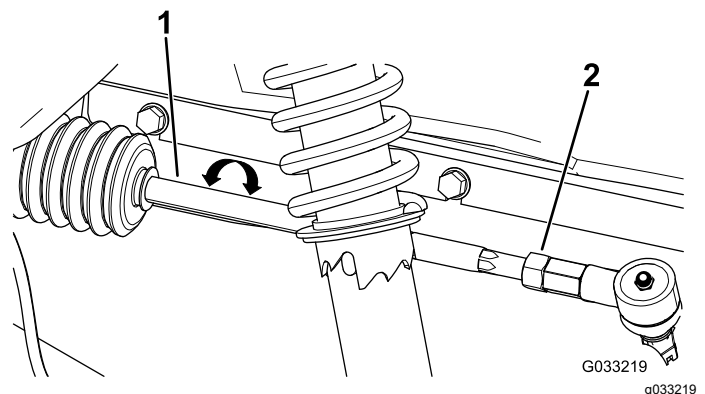

Figura 77
1. Afloje las tuercas autoblocantes en el extremo exterior de las bielas (Figura 77).